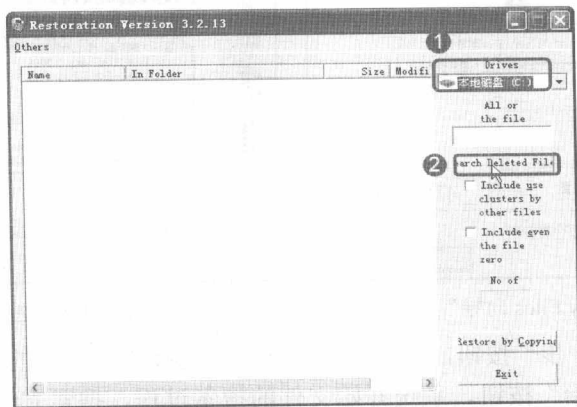

图 11-1 单击 Search Deleted File 按钮
步骤① 安装 Restoration 后运行该软件，弹出该软件的工作窗口，在 Drives 下拉列表框中选择磁盘分区，如选择本地磁盘 C，单击 Search Deleted File 按钮，如图 11-1 所示。